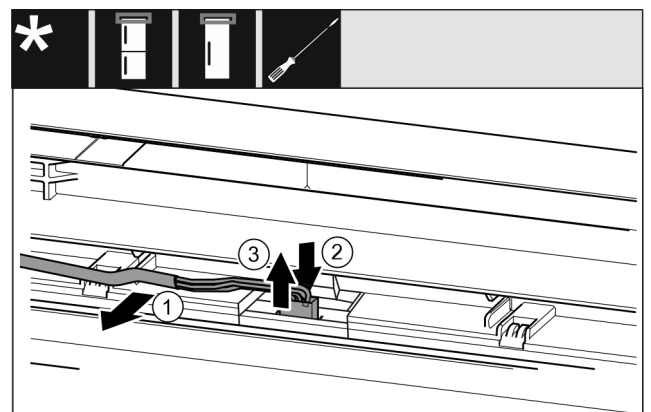

Fig. 15 Kühl-/Gefrierkombinationen / Gefriergeräte / Kühlgeräte
- Kabel Fig. 15 (1) vorsichtig aus der Führung in der Tür lösen.
- Lasche Fig. 15 (2) hinter dem Stecker nach hinten drücken.
- Stecker Fig. 15 (3) vorsichtig nach oben herausziehen.